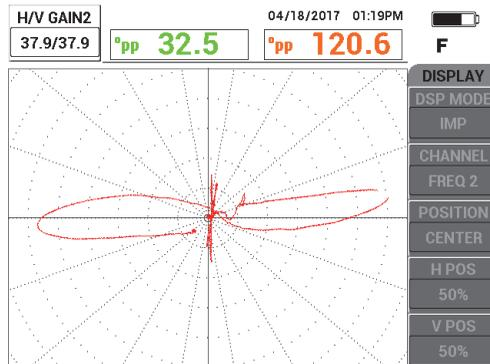

Figura 5-201 Ajuste de la ganancia con la frecuencia 2 (FREQ 2)
6. Ajuste la señal de la arandela de soporte de manera que no se encuentre enganchada a la pantalla (de 8 a 9 divisiones mayores) [vea la Figura 5-201 en la página 293].